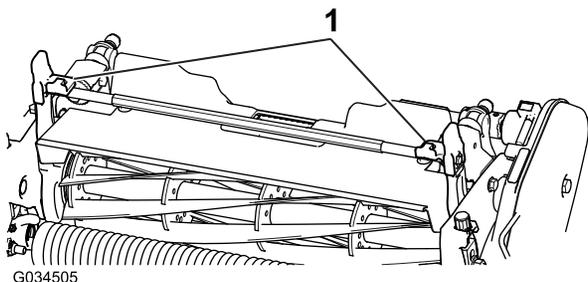
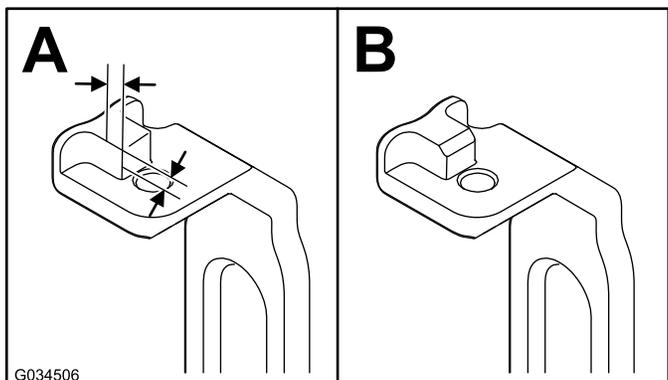

Figura 3
Figura 4
2. Em ambos os braços inclinados (Figura 3), meça 2 mm nas patilhas e amole o canto como se mostra na Figura 4.